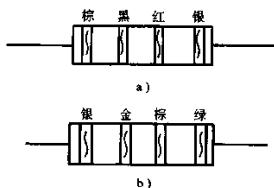

图 1-5 色标电阻器举例
- 4) 很多小功率色标电阻器中，4 条色环均分布在电阻器上，如图 1-5 所示。此时，没有哪一条色环紧靠电阻器某一端的特征，便不能按上面介绍的方法去辨别哪一条是第 1 位有